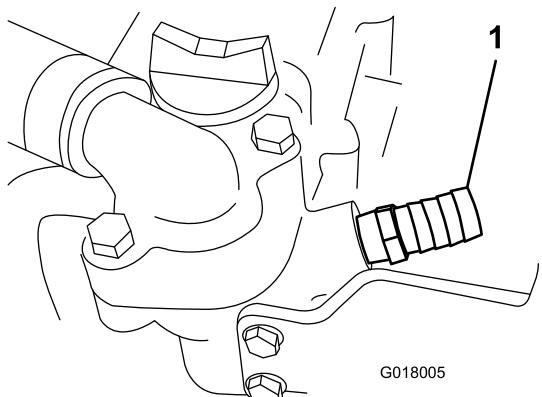

Рисунок 26
- Поместите внизу сливной поддон. Удалите заглушку под корпусом в передней части термостата, нанесите герметик для труб на резьбу прямого штуцера ($\frac{5}{8}$ дюйма) и установите штуцер на машину (Рисунок 26).